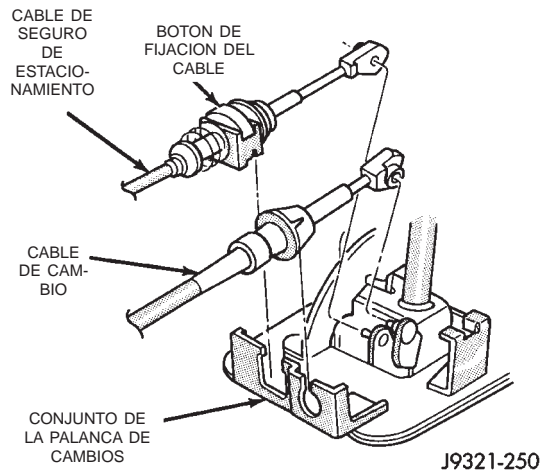

Fig. 289 Fijación del cable de seguro de estacionamiento
- (1) Coloque la transmisión en la posición PARK.
- (2) Retire los tornillos del marco de la palanca de cambios y la consola. Levante el marco y la consola para poder acceder al cable.
- (3) Tire del botón de fijación del cable hacia arriba a fin de liberar el cable (Fig. 289).
- (4) Gire el interruptor de encendido a la posición LOCK.